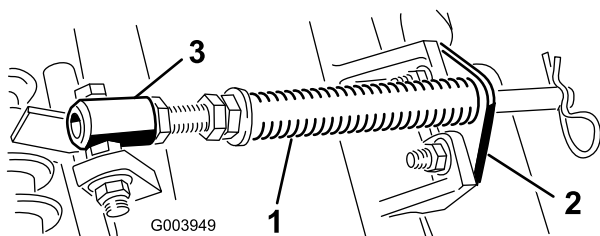

Рисунок 4
- А. Выверните два каретных болта и две гайки крепления кронштейна штока к выступам режущего блока (Рисунок 4).
- В. Выверните фланцевую гайку крепления болта трубки пружины к выступу несущей рамы (Рисунок 4). Снимите этот узел.